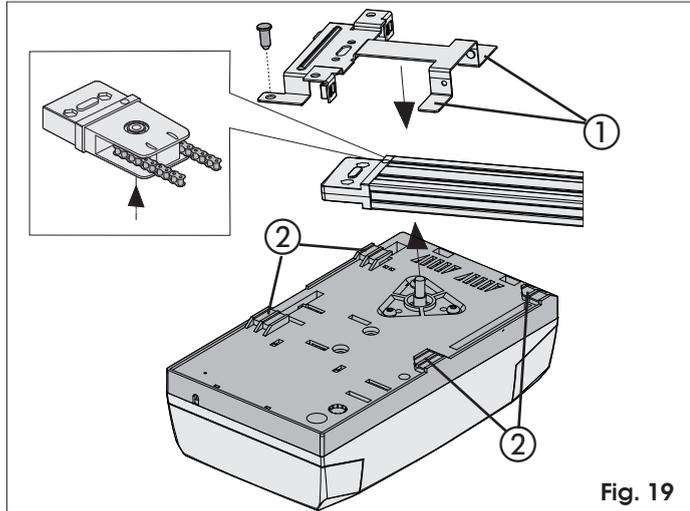
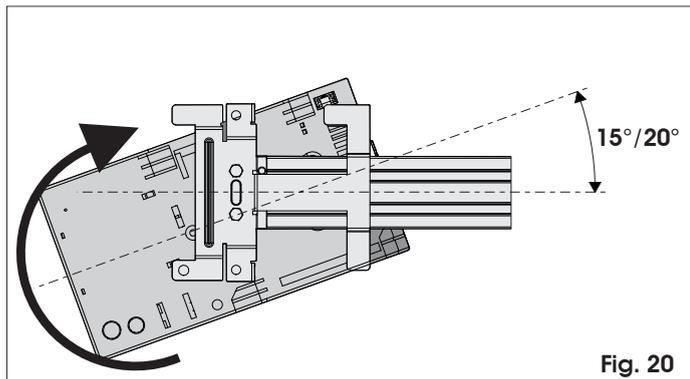
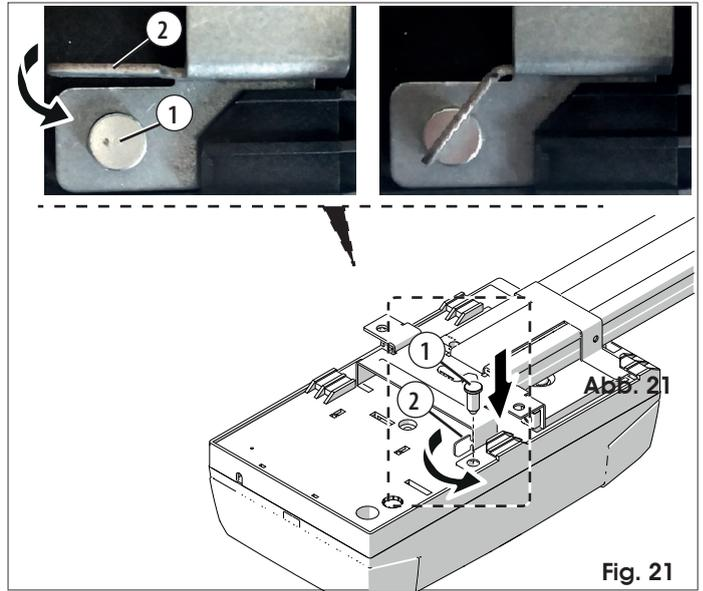

Fig. 19
Fig. 20
Fig. 21
- 1) Den Antrieb um 15°/20° kippen (Abb. 20), die Welle des Getriebemotors in die Aufnahme an der hinteren Befestigung der Gleitführung einführen und dabei darauf achten, dass die Flügel (Abb. 19 Bez. ①) mit den Aufnahmen am Boden des Antriebs übereinstimmen (Abb. 19 Bez. ②).
- 2) Den Antrieb so weit in Richtung der Abb. 20 drehen, dass die Position von Abb. 21 erreicht.
- 3) Den Sicherheitszapfen einfügen (Abb. 21 Bez. ①). Die Befestigungslasche biegen (Bez. ②).